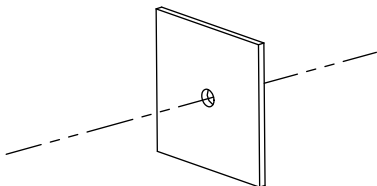

Figura 2-9 Găuriți suprafața
1. Găuriți suprafața de montare, așa cum este prezentat în Figura 2-9.